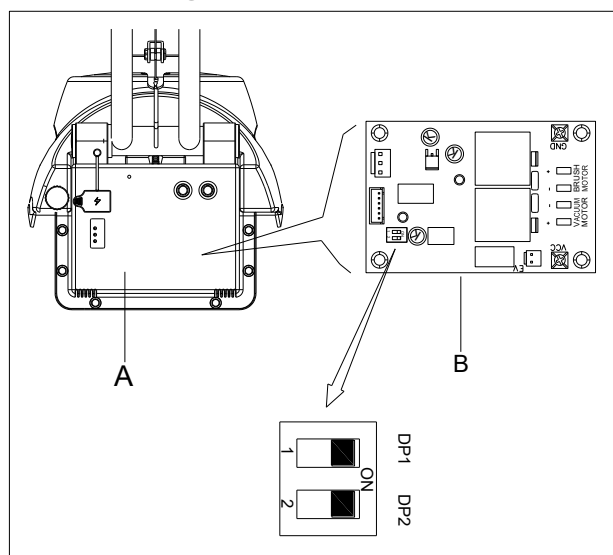

Figura 5
1. Apague la máquina y desmonte la tapa (A como en la Figura 5) de la máquina. Encontrará el control principal PCBA (B como se muestra en la Figura 5). Hay dos interruptores (DP1 y DP2) en el PCBA.